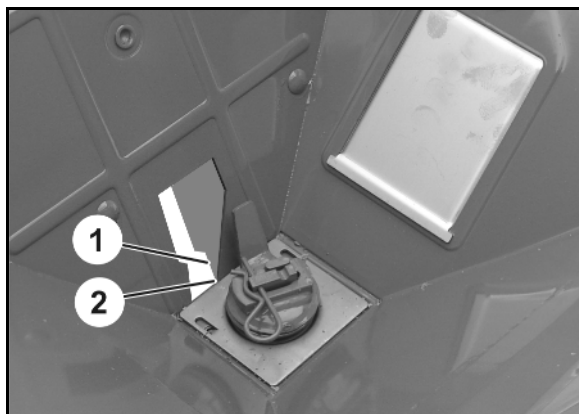

Bild 103
- o inställningstolken (tillval Bild 103/1) gå lätt att passa in.
2. Sätt in tolken (Bild 103/1).